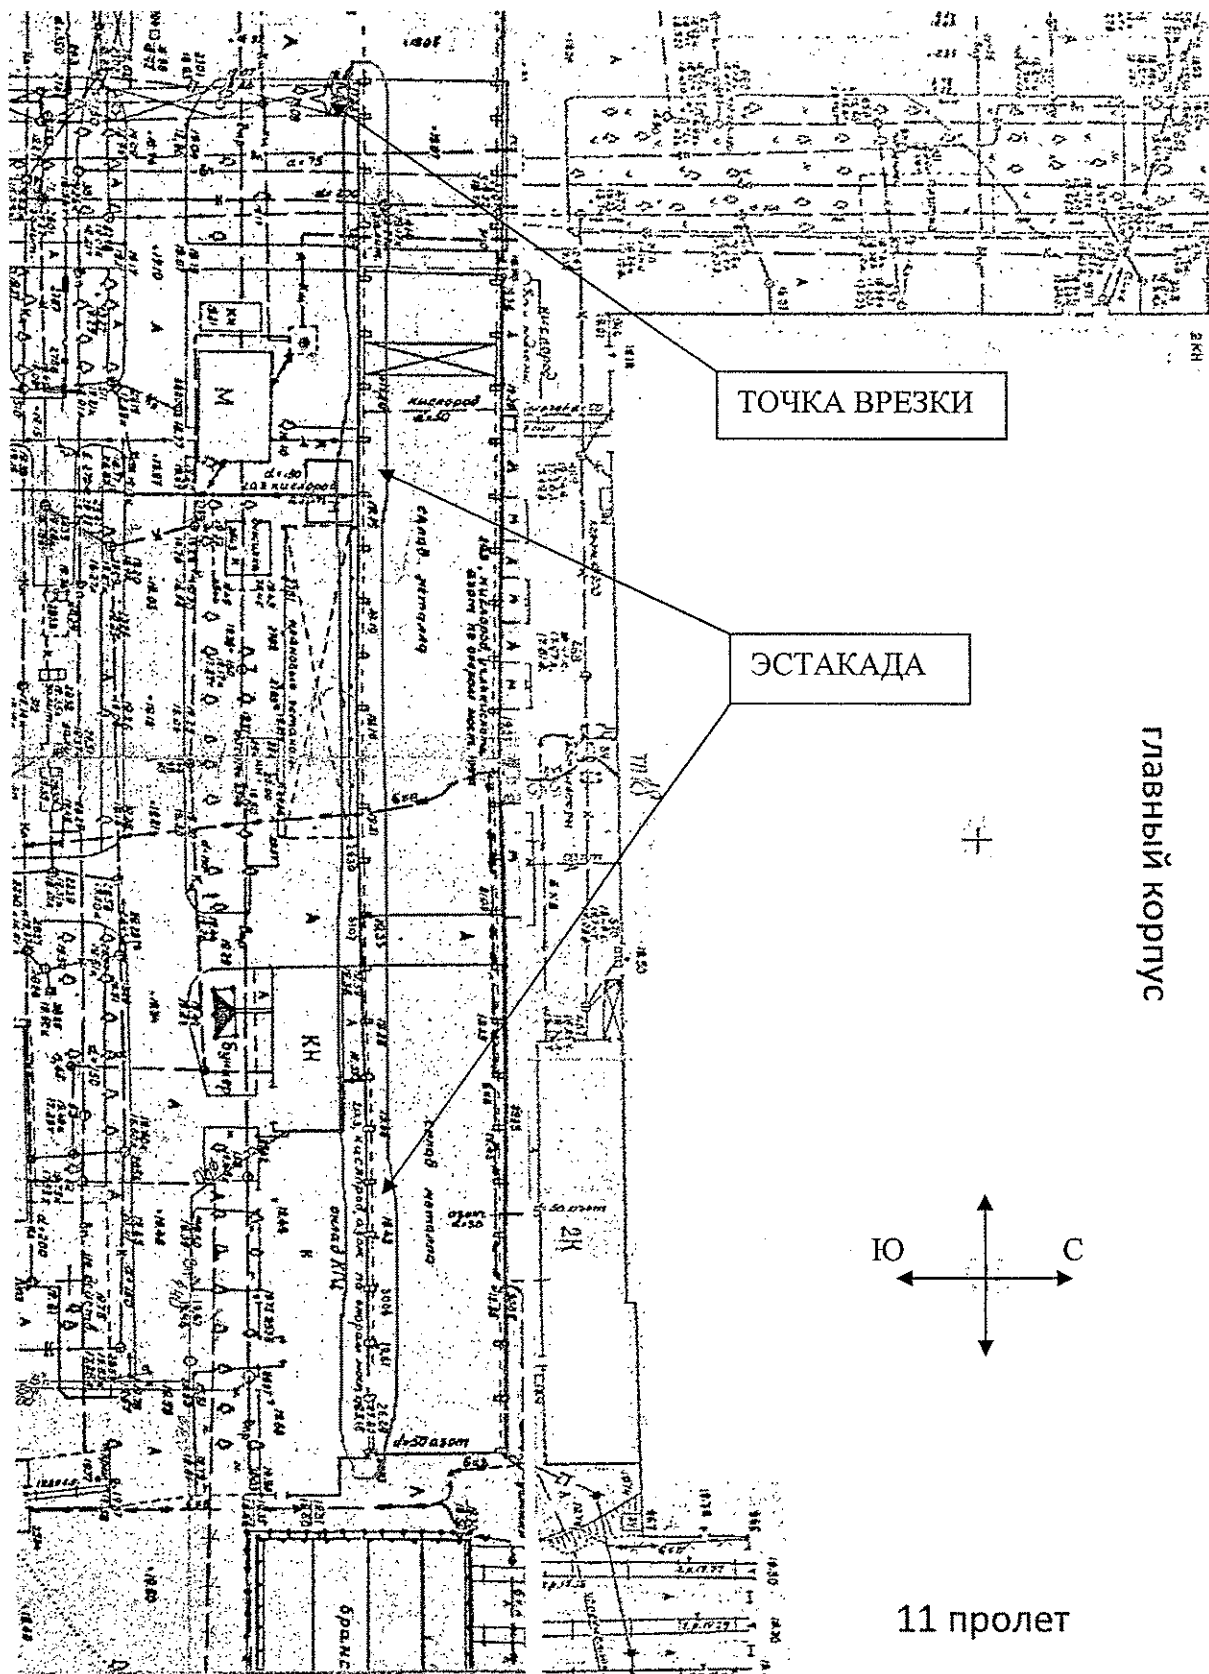

Рис.1. Расположение эстакады и точки врезки в магистральный трубопровод
7. Расположение эстакады и точка подключения представлены на рис.1 (выкопировка)